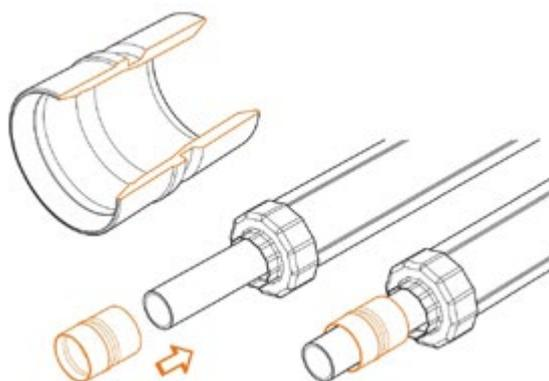

Рис. 5.8.3
1. Надеть гильзу подвижную на напорную трубу внутренней фаской к торцу напорной трубы (рис. 5.8.3).